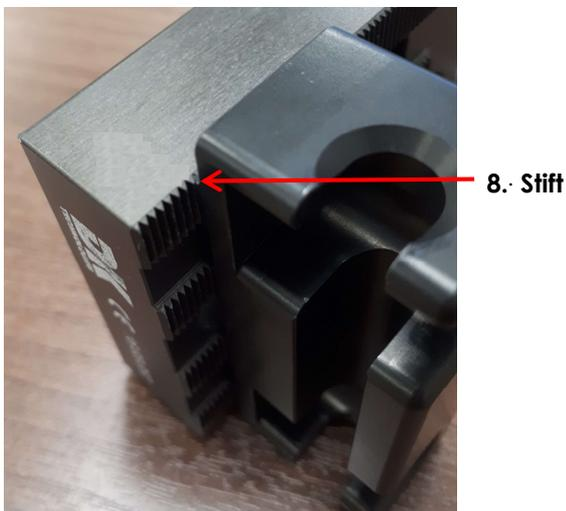

Abbildung 37:
1. Führen Sie eine Sichtprüfung durch, um zu prüfen, ob der *Nadelführungsrasterhalter* auf die Höhe eingestellt ist, die dem 8. Stift entspricht (siehe Abbildung 37) und zentriert ist (siehe Abbildung 38).
5. Schieben Sie den *Nadelführungsrasterhalter* nach oben, bis er die Höhe erreicht, die dem 8. Stift entspricht (siehe Abbildung 37).